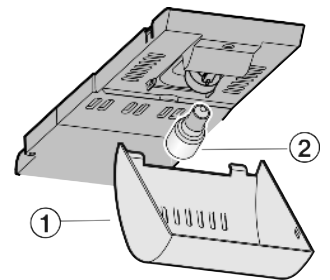

Fig. 12
- ▶ Saisir le recouvrement Fig. 12 (1) devant et le faire décliqeter derrière.
- ▶ Remplacer l'ampoule Fig. 12 (2).
- ▶ Remettre en place le recouvrement Fig. 12 (1).